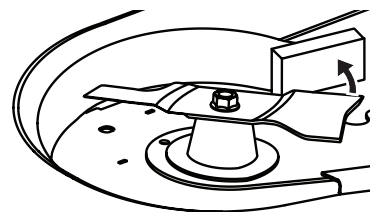

Fig. 55
- Empêchez la lame de tourner dans le sens antihoraire pendant l'entretien en plaçant un bloc de bois entre la lame et le carter du plateau de coupe (Fig. 55), ou enroulez un chiffon autour d'une extrémité de la lame et portez des gants épais pour saisir fermement la lame.